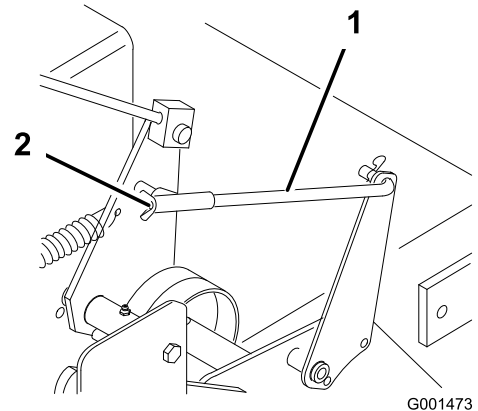

Figura 36
5. Para ajustar el freno, gire las tuercas de orejeta de las varillas de freno (Figura 36).